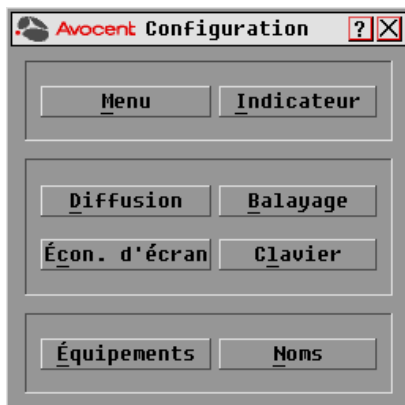

Figure 3.6 : Boîte de dialogue Configuration de l'interface OSCAR
Vous pouvez configurer votre système de commutation DSR à partir de la boîte de dialogue Configuration de l'interface OSCAR. Sélectionnez le bouton *Noms* lors de la configuration initiale du système de commutation DSR afin d'identifier les serveurs à l'aide de noms uniques. Sélectionnez les autres fonctions de configuration afin de gérer les tâches de routine de vos équipements cibles à l'aide du menu de l'interface OSCAR. Le Tableau 3.4 indique la fonction correspondant à chaque bouton de la boîte de dialogue Configuration, comme indiqué à la Figure 3.6.
2. Cliquez sur le bouton *Config.* pour ouvrir la boîte de dialogue Configuration, comme indiqué à la Figure 3.6.